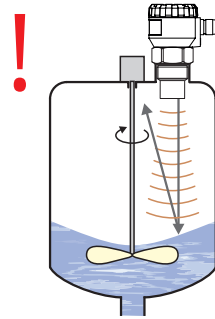

Abb. 11: Stark aufgewirbelte Oberfläche
- **Durch rotierende Schaufeln des Rührwerks** kann die Oberfläche aufgewirbelt werden, wodurch falsche Reflektion des Ultraschallsignals von der Oberfläche und unzuverlässige Funktion des Füllstandsmessers entstehen kann (Abb. 11). **Bei unruhiger sowie aufgewirbelter Oberfläche kann durch die Verwendung des Richtungstrichters die Verteilung des Ultraschallsignals eliminiert werden.**